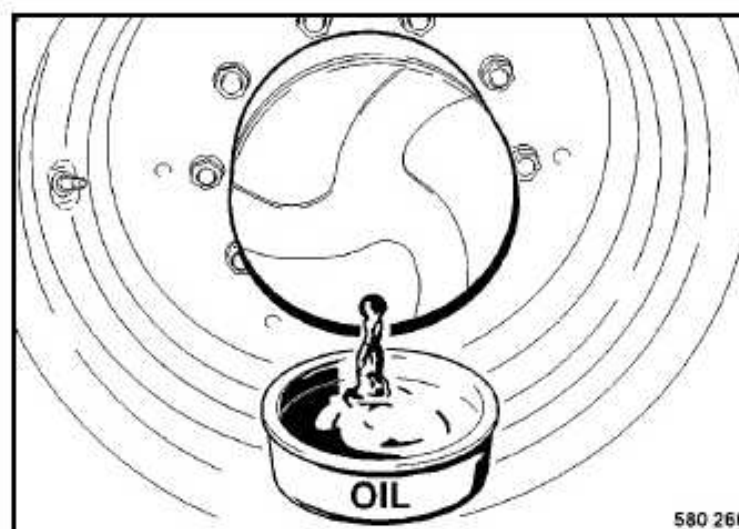

Fig. 140
- Colocar la rueda de accionamiento de forma que el tapón de cierre (Fig. 140) se encuentra en el punto más abajo.